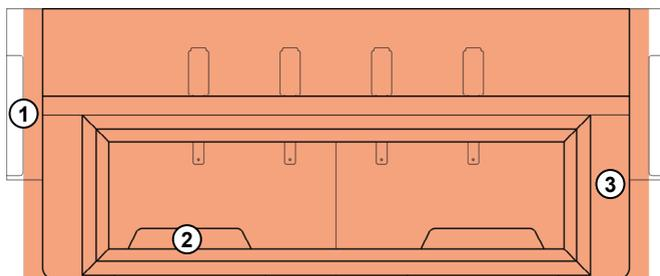
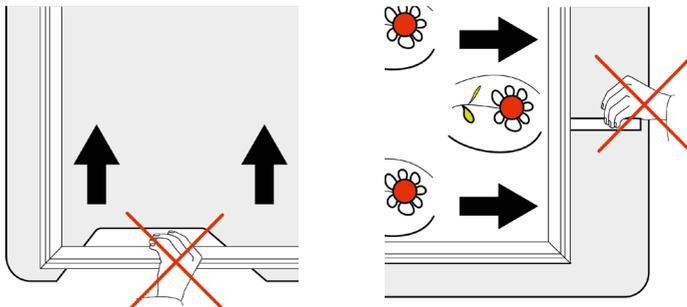

Figura 10: Área de operación del pantógrafo
Figura 11: Lugares de peligro por contusión en el marco del pantógrafo
**- Atención! - Alta velocidad de desplazamiento del pantógrafo! En la superficie de operación del pantógrafo (Figura 10), no se apoye ni se recueste en el tablero de la mesa o en la escotadura del tablero! En caso de contacto, los movimientos rápidos del pantógrafo pueden causarle contusiones, magulladuras y lesiones graves! Ver (Figura 11)**
No meta los dedos en el interior de los soportes (1), en las escotaduras del tablero (2) o en las ranuras de conducción del pantógrafo (3) -aquí corre peligro de lesión! Ver también (Figura 11).